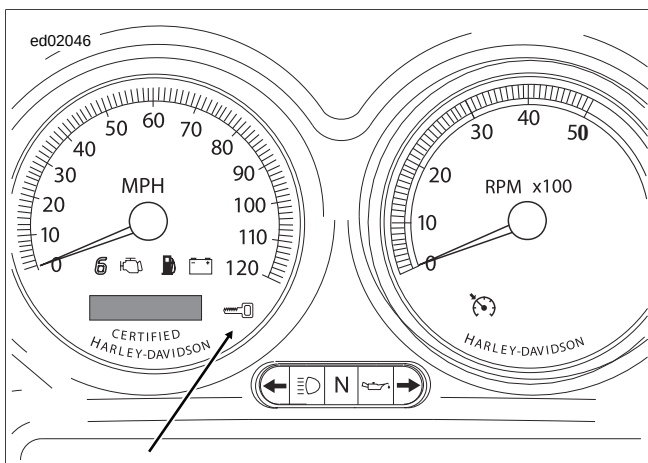

Figura E-6. Luz de seguridad (ícono de llave, típico)
- Vea Figura E-6. Cuando el interruptor se gira a IGNITION (encendido), la luz de seguridad se ilumina durante aproximadamente cuatro segundos y después se apaga.